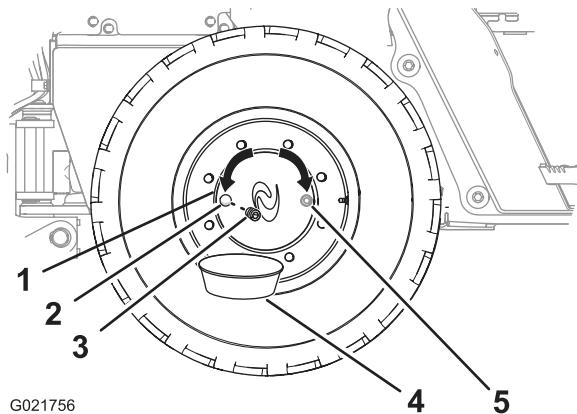

Figure 64
2. Déplacez la machine vers l'avant ou vers l'arrière jusqu'à ce que le bouchon du moyeu de roue soit à 3 h ou 9 h (Figure 64).
4. Placez un bac de vidange sous l'orifice de vidange du moyeu de roue (Figure 64).
5. Retirez le bouchon du moyeu de roue (Figure 64).
6. Vérifiez que le niveau d'huile atteint le bas du filetage de l'orifice d'huile (Figure 64).
8. Remettez le bouchon dans l'orifice d'huile du moyeu de roue (Figure 64).